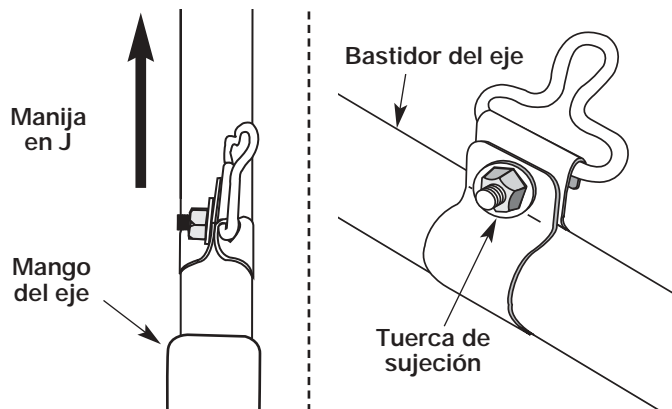

Fig. 5
3. Arregle el sujetador de modo que esté cercano al mango del eje y lejos de la manija en J (Fig. 5).